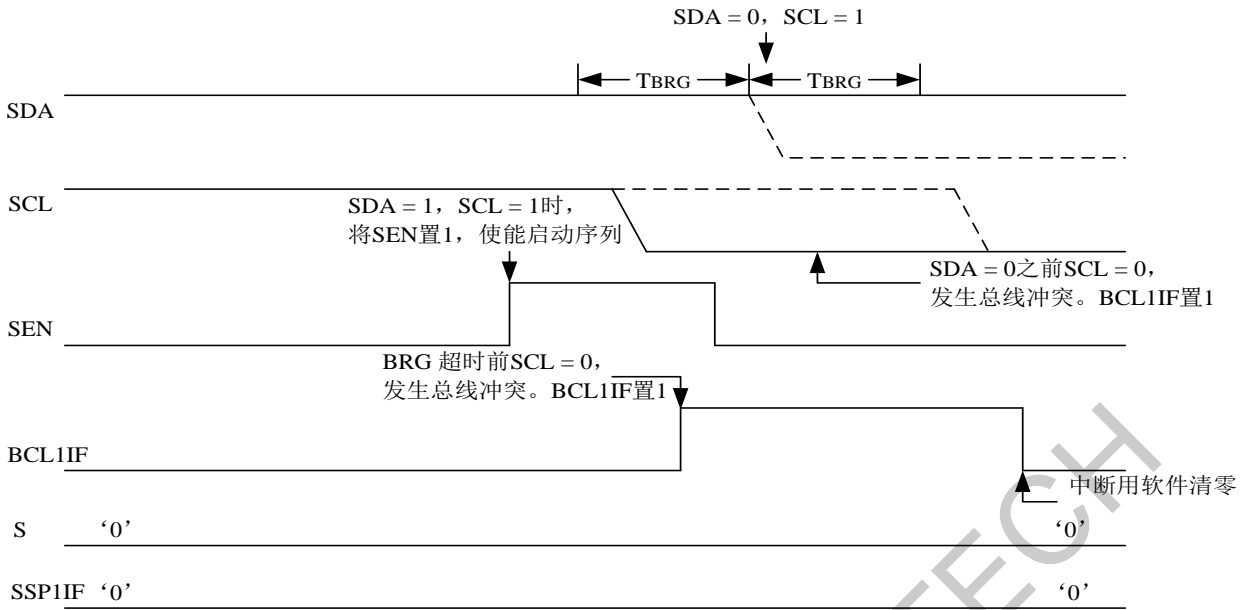

图25-34: 启动条件期间的总线冲突 (SCL = 0)
- SDA 被置为低电平之前， SCL 采样为低电平（图25-34）。